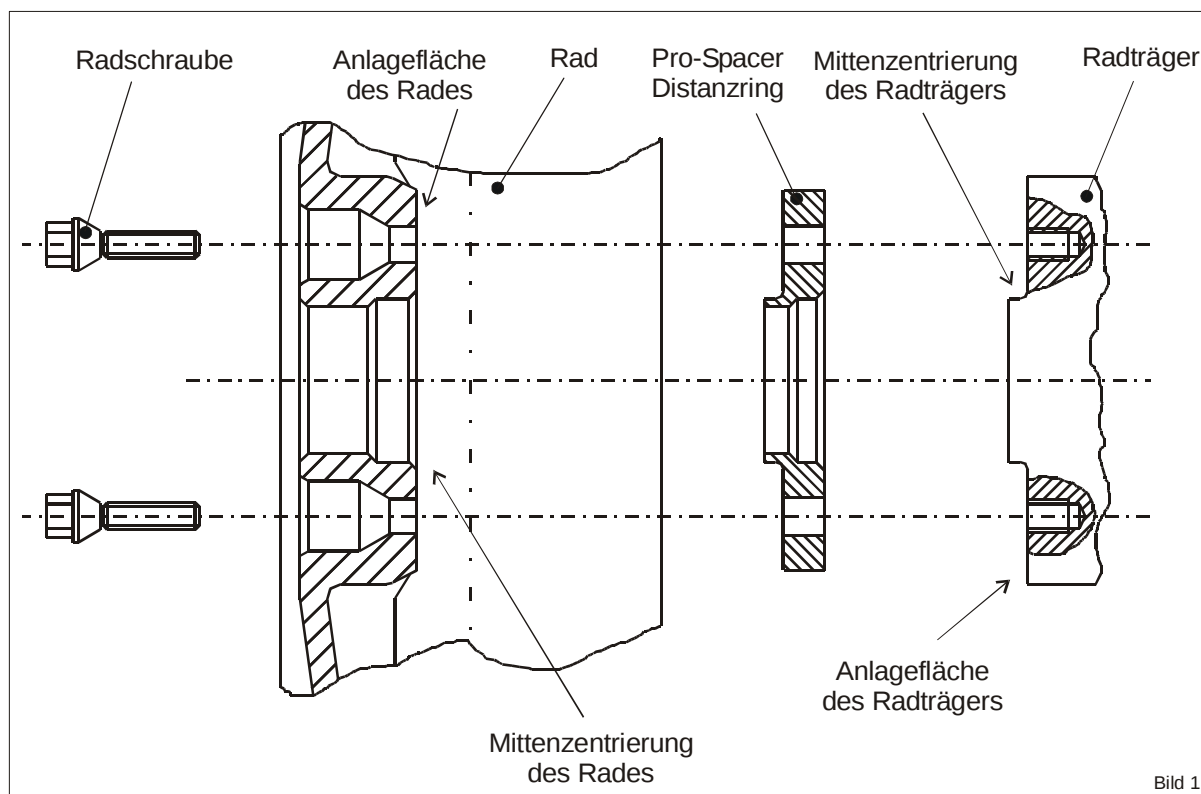

Bild 1
1. Die Mittenzentrierungen und Anlageflächen des Radträgers und des Rades (Bild 1) müssen von Rost und Schmutz befreit und gereinigt werden. Verwenden Sie hierzu eine Drahtbürste und gehen Sie vorsichtig vor um andere Bauteile nicht zu beschädigen.